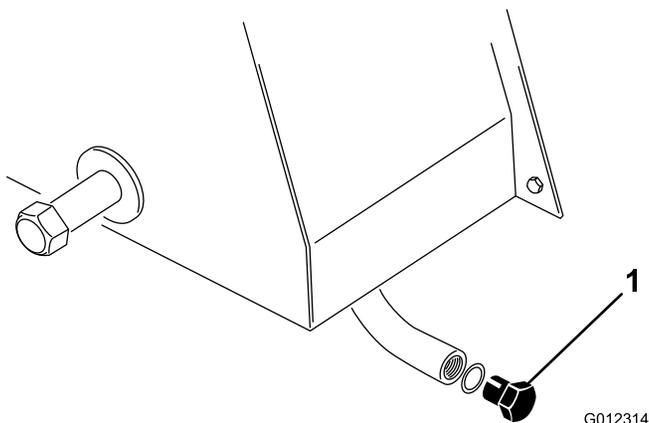

Figura 42
1. Abra o tampão de drenagem (Figura 42) uma meia volta e deixe o fluido sair para a panela de drenagem até que não veja água no fluido hidráulico.
1. Retire o tampão de escoamento do reservatório (Figura 42) e deixe o óleo hidráulico escorrer para um recipiente adequado. Aperte o tampão quando o óleo deixar de escorrer.